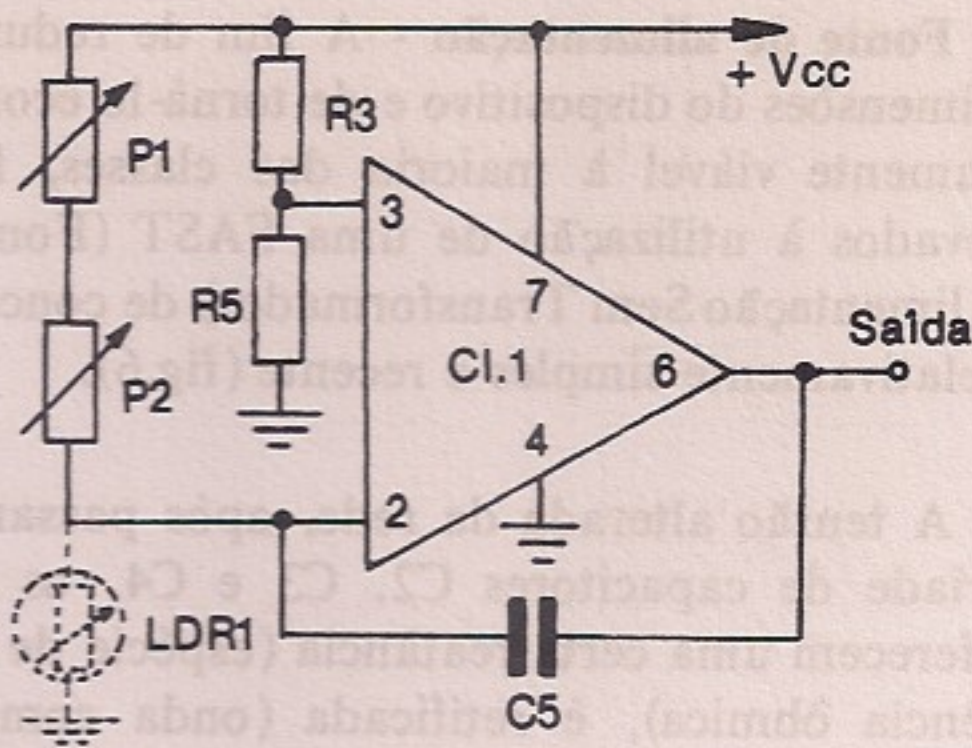

Fig. 3
**Detector amplificador e controle de sensibilidade** - Este circuito (fig. 3) é essencialmente fundamentado em um amplificador operacional, sob a forma de circuito integrado, cuja finalidade é amplificar, da ordem de umas 100 000 vezes, a diferença de potencial porventura existente entre as suas duas entradas. Esta d.d.p. é oriunda da ponte formada pelo par de divisores resistivos R3-R5 e P1-P2-LDR1; qualquer desequilíbrio dessa ponte implicará em uma d.d.p. nas entradas do amplificador operacional, o qual proverá em sua saída um determinado valor
Em virtude de, como veremos adiante, o dispositivo não estar dotado de um circuito de histerese, a carga poderá ficar ligando e desligando ininterruptamente até o momento em que a ponte discutida anteriormente (veja a fig. 3) entre em equilíbrio com as condições de luminosidade daquele momento, principalmente se as variações de luminosidade são relativamente lentas (quando dos ajustes iremos estabelecer diretrizes que atenuarão substancialmente este, se assim pode ser chamado, inconveniente). Por esta razão, a carga a ser comandada deverá ser do tipo que suporte o falado "liga-desliga": lâmpadas incandescentes e elementos calefateres resistivos são alguns exemplos desse tipo de carga.